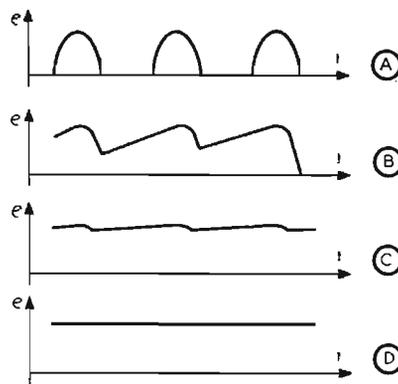

Fig. 5
● **F = filtres ou systèmes de filtrage.** Il s'agit de transformer les signaux ondulés comme ceux de B ou C de la figure 4 en signaux **considérablement** moins ondulés qui à la limite pourront être assimilés à des signaux continus. A la figure 5 : en (A) un signal ondulé comme celui de (B) figure 4; en (B) le signal ondulé après un certain filtrage. En (C) le signal a bénéficié d'un filtrage plus efficace ou d'un deuxième filtrage. En (D) le signal continu, obtenu pratiquement avec un système de filtrage très soigné.